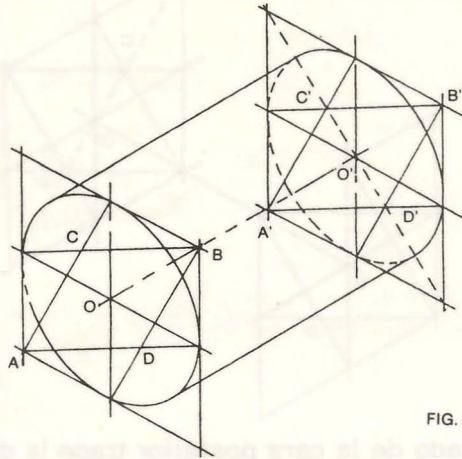

FIG. 36
- Haciendo centro en los puntos A-B, A'-B', trace los arcos que van a enlazar los arcos trazados en el paso anterior, teniendo en cuenta que el arco inferior de la cara posterior también se hace en línea de puntos (Fig. 36).
- Obtenida la cara anterior y posterior del cilindro trace las tangentes a las circunferencias isométricas. Estas son paralelas al eje longitudinal del cilindro, (línea O - O') y sirven para completar el cilindro (Fig. 36).